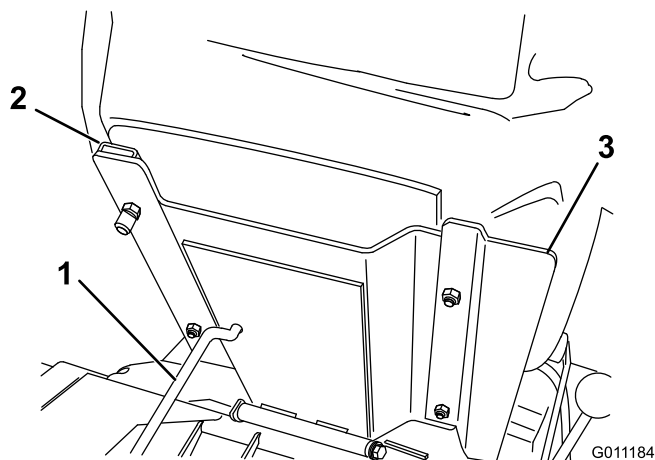

図 5
3. 付属部品のロックナット (5/16 インチ) で、運転席とシート・パネルとシート・スライドをサポートに固定する (図 5)。シート・パネルが、図 5 のように右側にくるように取り付ける。